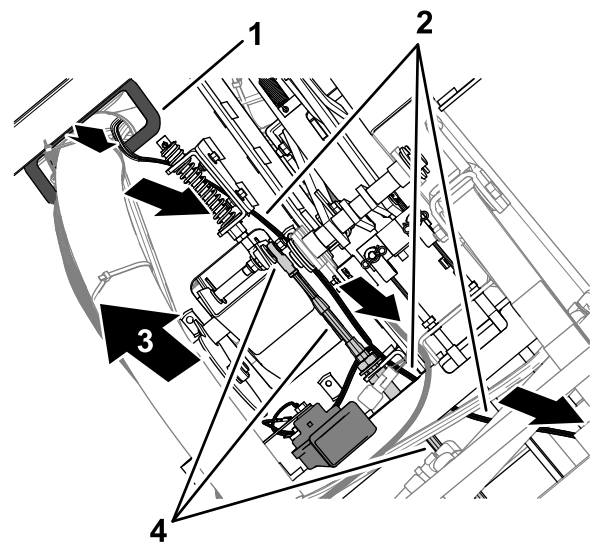

Figura 15
1. Instradate il cablaggio preassemblato del kit all'indietro, lungo il cavo di comando della trazione (Figura 15).